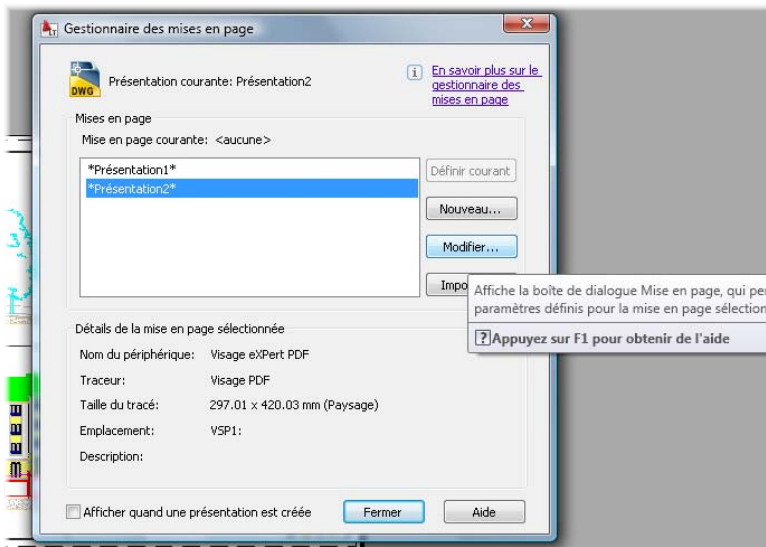

Figure 6.43
2. Le gestionnaire des mises en page s'affiche. Sélectionnons la Présentation 2 et cliquons sur Modifier (voir Figure 6.43).